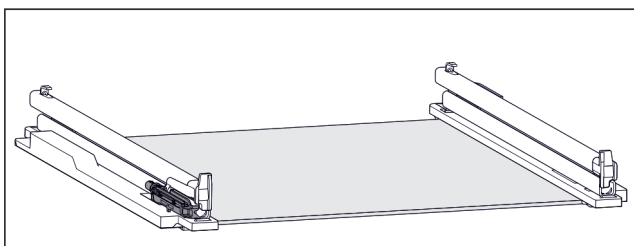

Fig. 121 Tlumicí jednotka
- K levé kolejničce je připevněna tlumicí jednotka. (viz Fig. 121)